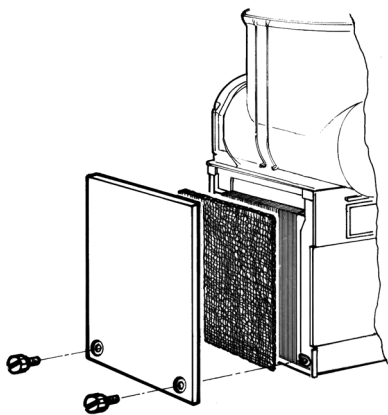

figura 18
- 2 **Cada mes:** eliminar el polvo que se acumula sobre el filtro del condensador. Un filtro obstruido reducirá las prestaciones y podra causar daños al compresor. Desmontar solamente el panel izquierdo (lado grifo) desenroscando a mano los tornillos de fijación cubiertos de plástico (ver figura 18).